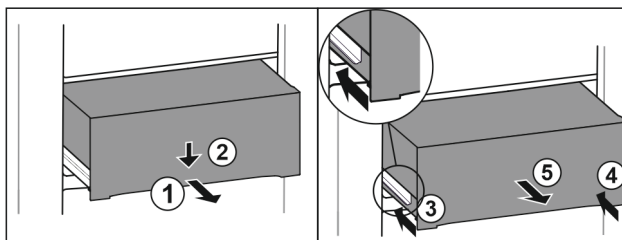

Fig. 139
- ▶ Extraiga el cajón hasta la mitad. Fig. 139 (1)
- ▶ Presionar hacia abajo el cajón de la parte delantera. Fig. 139 (2)
- ▶ Introducir el carril izquierdo unos 2 cm. Fig. 139 (3)
- ▶ Introducir el carril derecho unos 2 cm. Fig. 139 (4)
- ▶ Extraiga el cajón hacia adelante. Fig. 139 (5)